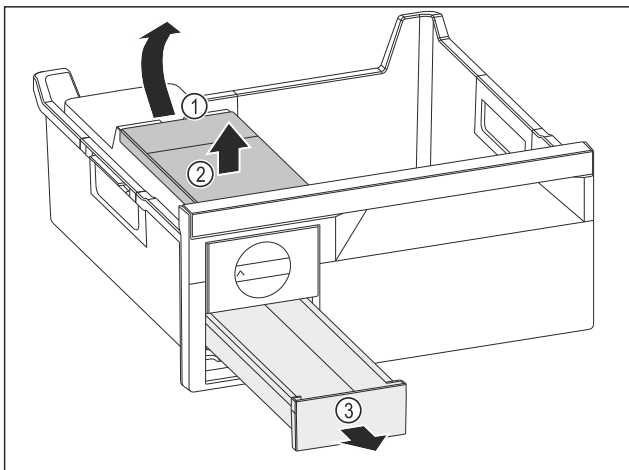

Fig. 78
- ▶ Scoaterea rezervorului de apă: Ridicați rezervorul de apă de la degajare Fig. 78 (1).
- ▶ Scoateți rezervorul de apă Fig. 78 (2) în sus.
- ▶ Scoateți sertarul pentru cuburi de gheață Fig. 78 (3) spre înainte.